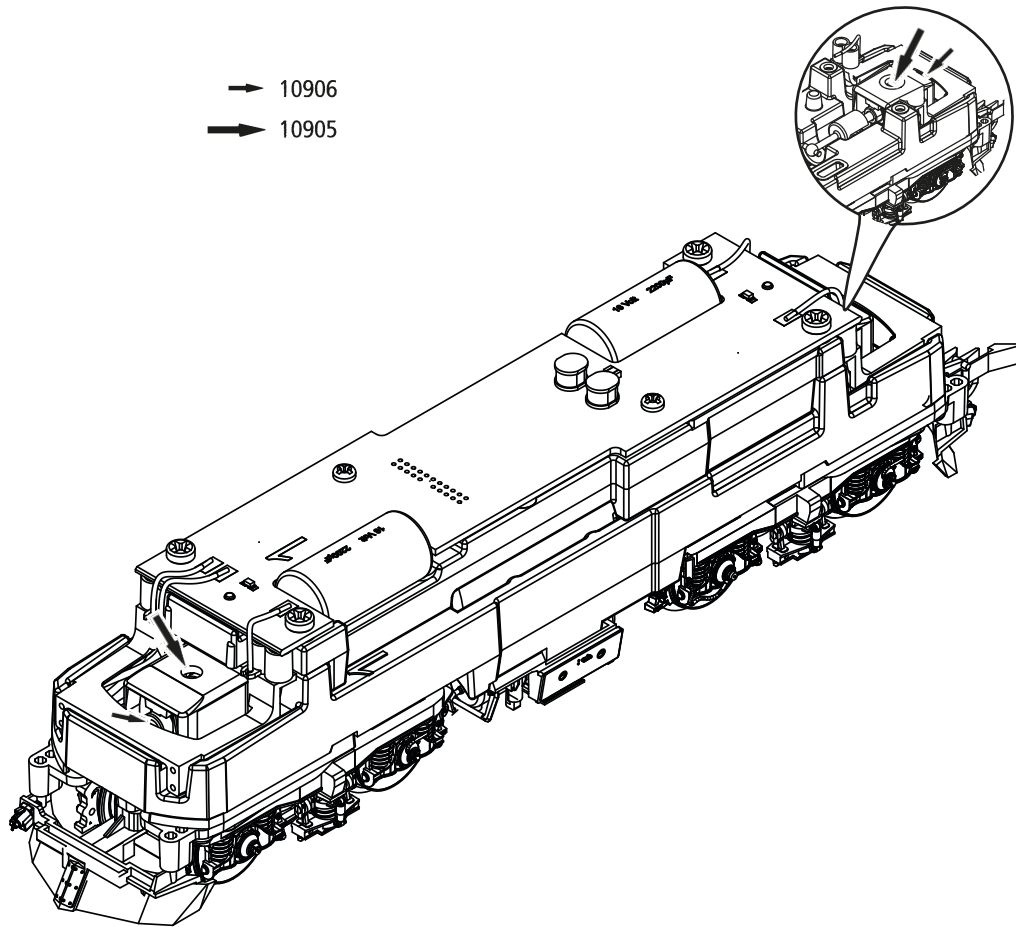

Fig. 9
**3. Haftreifenwechsel:** Zuerst den Getriebedeckel abnehmen (Fig. 9). Danach den **Radsatz** herausnehmen und die **Haftreifen** mit einer Nadel od. mit einem feinen Schraubendreher abziehen (Fig. 5). Beim Aufziehen der neuen Haftreifen darauf achten, dass diese sich nicht verdrehen.
**3. Change of traction tyre:** Remove the gear cover (fig. 9). Take out **wheel set** and remove **traction tyre** using a pin or a fine screwdriver (fig. 5). When pressing on the new traction tyre please **avoid twisting it**.
**3. Échange des bandages d'adhérence:** Démontez d'abord **le couvercle du carter des engrenages** des en-grenages (fig. 9). Délogez ensuite les essieux ban-dagées et enlevez, à l'aide d'une aiguille ou d'un tourne-vis fin, les bandages d'adhérence (fig. 5). Lors du montage des nouveaux bandages veuillez veiller à ce que les bandages **ne soient pas tor-dués**.